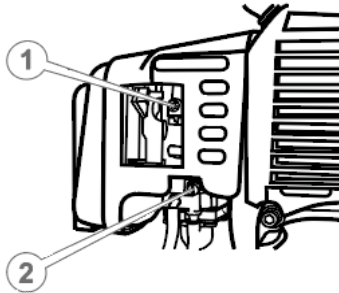

Рисунок 17. Схема розташування гвинтів регулювання карбюратора.
2. Налаштувати карбюратор, використовуючи регулювальні гвинти подачі палива (2, рис. 17) та холостого ходу (1, рис. 17) у напрямку руху годинникової стрілки до упору. Не докладати зусиль під час обертання гвинтів.